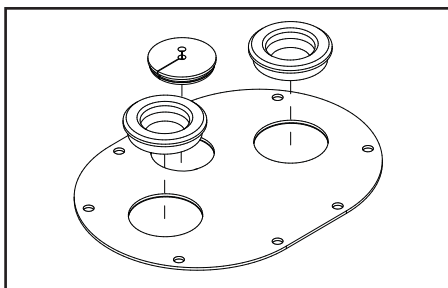

Figure 2: Fixer les joints d'étanchéité au couvercle du réservoir
- Insérer les joints d'étanchéité dans les trous du couvercle tel qu'indiqué dans la Figure 2.